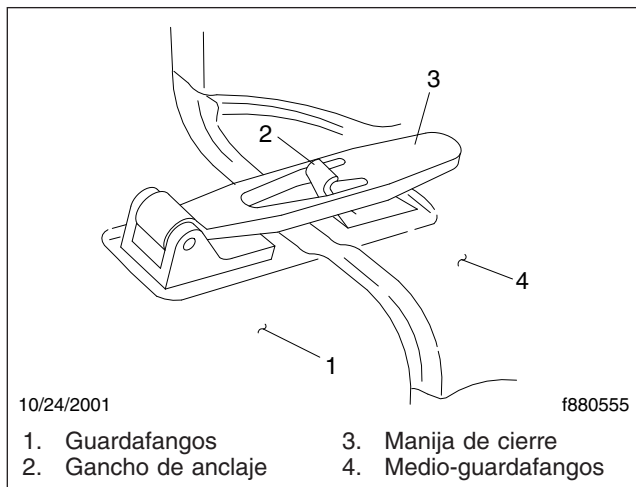

Figura 2.10, Cierre de anclaje del capó
2. Suelte ambos cierres de anclaje del capó tirando hacia fuera de los extremos. Vea la **Figura 2.10**.